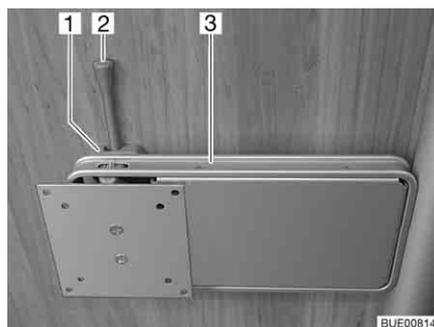

Fig. 65 Supporto su colonna
- Spingere di lato la leva di sbloccaggio (Fig. 65,2) e ruotare il supporto (Fig. 65,3) con lo schermo piatto nella posizione desiderata.
- Riportare indietro lo schermo piatto finché il supporto (Fig. 65,3) non si innesta nel bloccaggio (Fig. 65,1).